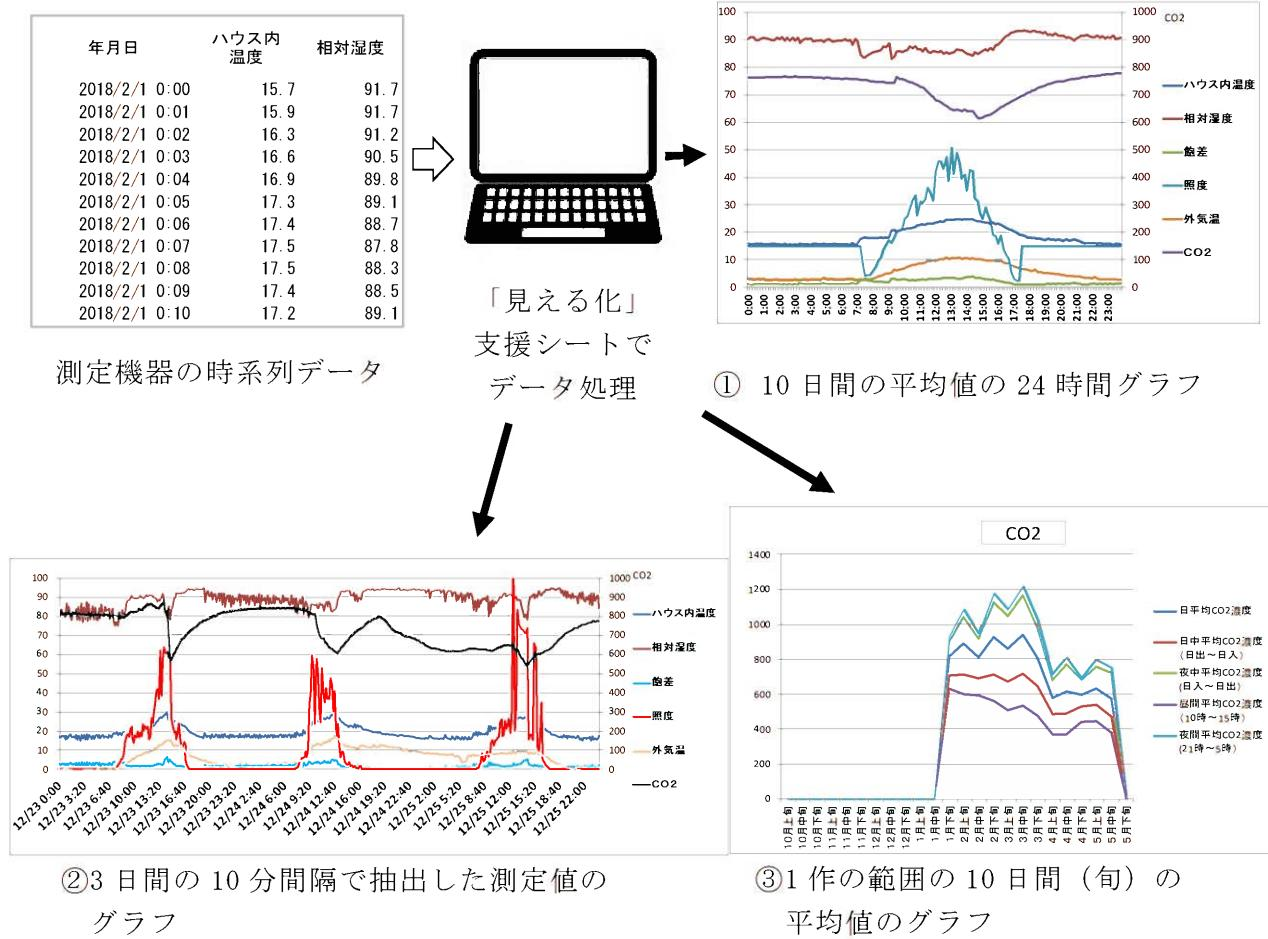

図1 「見える化」支援シートによるグラフ化のイメージ
- 「見える化」支援シートは、環境測定機器の時系列データを、任意の期間で平均し、10 分または 15 分間隔の 24 時間グラフを作成できる（図 1 の①、表 1）。
- このシートでは、1 ヶ月以内の任意の期間において、時系列データを 10 分または 15 分間隔で平均または抽出し、連続データとしてグラフ化できる（図 1 の②）。
- このシートでは、1 作の範囲内で、10 日ごと（旬）、5 日ごと（半旬）の気温、湿度、飽差、二酸化炭素濃度の平均値の推移をグラフ化できる（図 1 の③）。